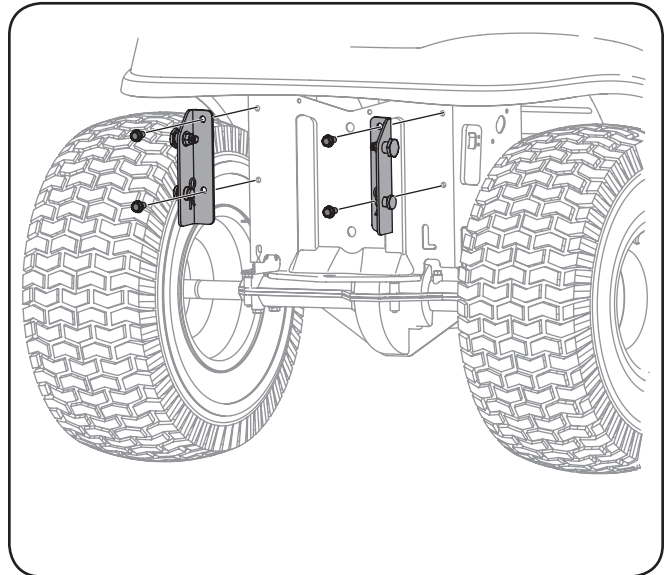

Figure 4-2
3. Retirez et jetez les deux vis dans l'armature inférieure, comme illustré à la Figure 4-2.